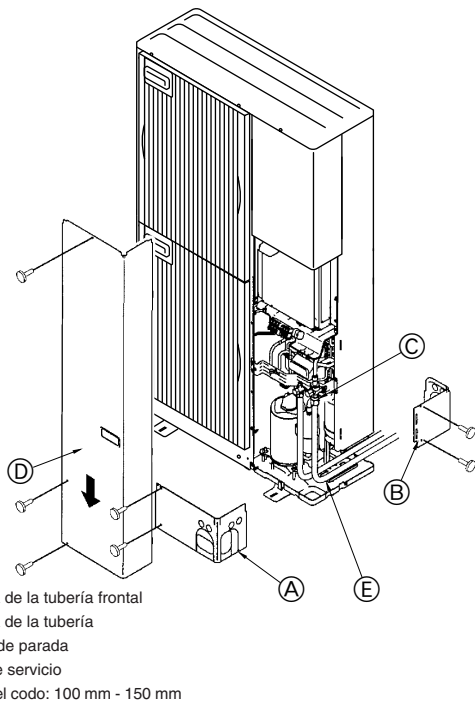

Fig. 5-6
5.6. Tubos de refrigerante (Fig. 5-6)